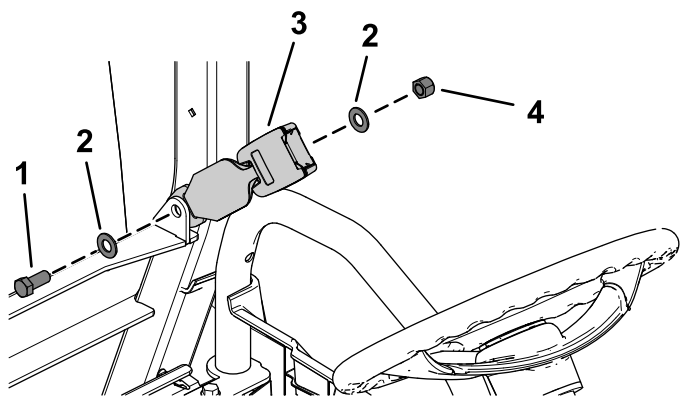

图 27
1. 如图 27 所示用凸缘头螺栓 7/16 x 1 英寸、2 个扁平垫圈 7/16 英寸和锁紧螺母 7/16 英寸安装座椅门锁。